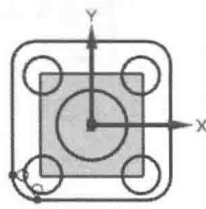

图 1.4.7 绘制圆角
Step4. 选择下拉菜单 **插入(S)** → **曲线(C)** → **圆角(F)** 命令,绘制图 1.4.7 所示的四个圆角。